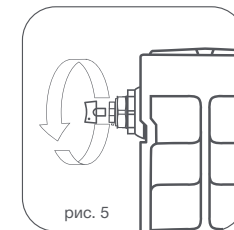

рис. 5
- 8.4. Для удаления воздуха из радиатора в верхний коллектор обязательна установка крана Маевского\* или автоматического воздухоотводчика. Для удаления воздуха через кран Маевского необходимо периодически (несколько раз в год) вручную стравливать его с помощью специального ключа\* (рис. 5).